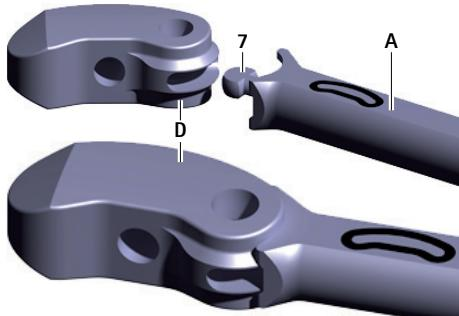

Fig. 2 Koppla fast provimplantatet i insätttningsinstrumentet
- ▶ Koppla fast provimplantatet **D** i nyckelgreppet **7** på insättningsinstrumentet **A**, se Fig. 2. Kontrollera provimplantatets riktning (ska vara vänt enligt texten på insättningsinstrumentet).